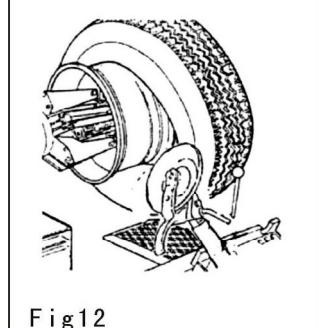

Fig 12
8) Déplacez le support de l'outil vers l'intérieur du pneu et appuyez fermement le disque de décollage circulaire contre le bord du pneu. Faites tourner la roue dans le sens inverse des aiguilles d'une montre jusqu'à ce que le bord interne du pneu se détache complètement de la roue et que le pneu entier se détache, comme indiqué à la **Fig. 12**.